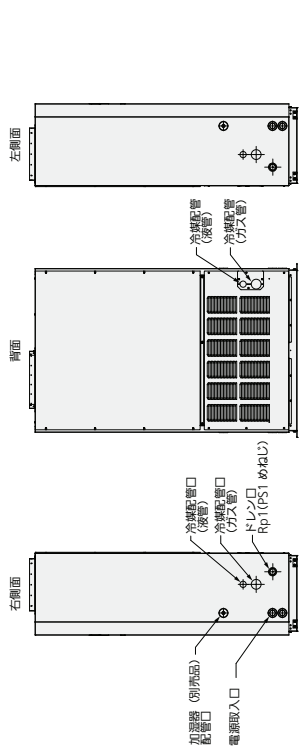
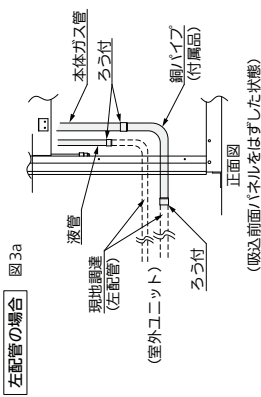

図 3a
図 3b
- 3-4. 配管の取り出しは3方向いづれかに施工することができます。(8ページ図3a、図3b、図3c参照)
据付場所により後面、左右側面の3方向へ配管できます。(図3a、図3b、図3c)